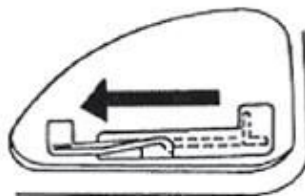

Рис. 3.2
3. Передвиньте рычаг воздушной заслонки (4) до упора влево (рис. 1.1), как показано на схеме (рис. 3.2). Если двигатель теплый, оставьте рычаг в прежнем положении.